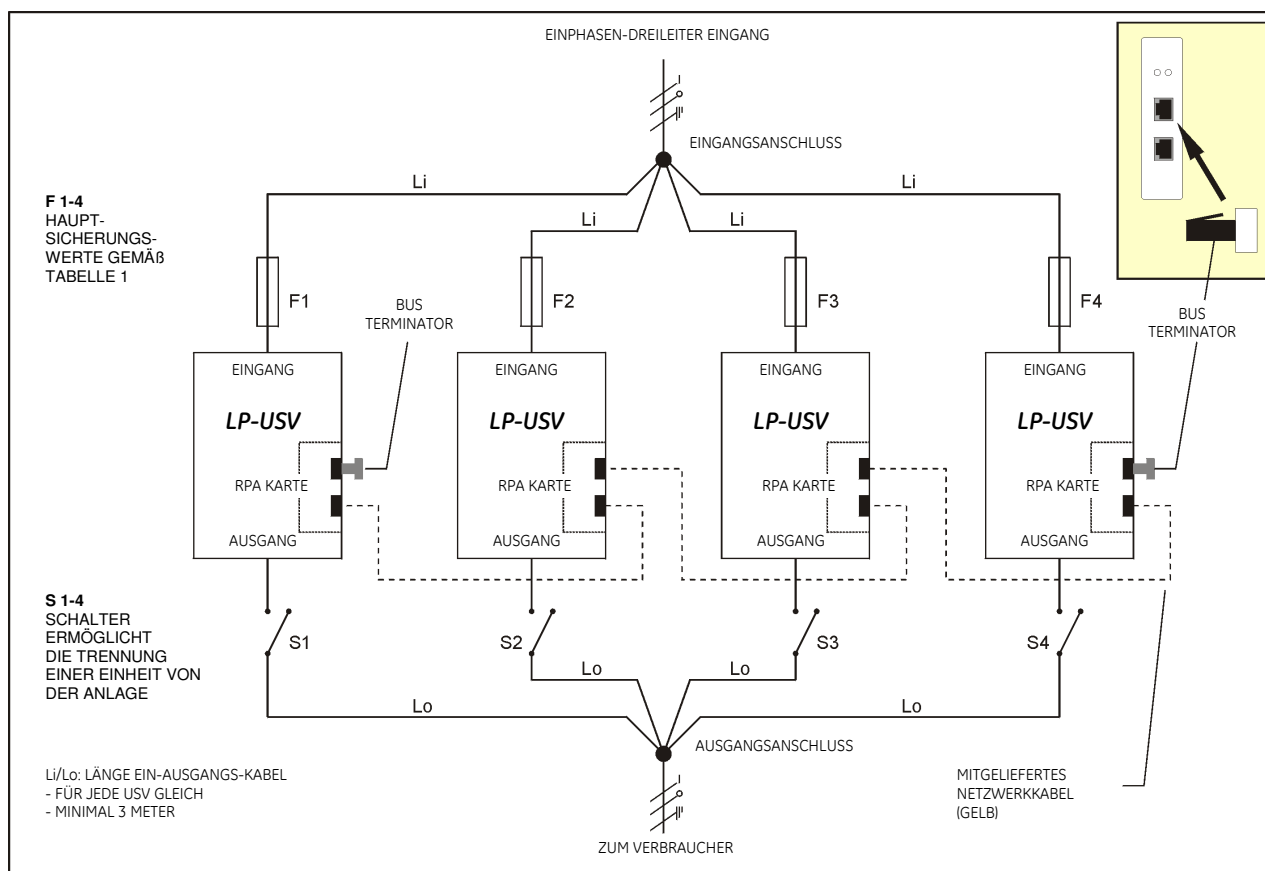

Bild 10. Installation parallel geschalteter LP 11 Anlagen
2. Alle Ausgänge zur Versorgung der Verbraucher sind miteinander zu verbinden. Es ist empfehlenswert, in die Ausgangskabel Schalter einzusetzen (S 1-4, Abb. 10), so dass die einzelnen Einheiten für Instandhaltungszwecke von den anderen Einheiten getrennt werden können. Am Ausgangsanschluss wird eine Verbindung zwischen dem Nullleiter und der Erde empfohlen.
4. Die Länge der Eingangskabel vom Eingangsanschluss (Li, Abb. 10) zu den USV-Eingängen sollte gleich sein. Das gleiche gilt für die Kabel der Ausgänge zum Ausgangsanschluss (Lo, Abb. 10). Die Mindestlänge der Eingangs- und Ausgangskabel sollte 3 m betragen.
7. Verbinden Sie die RPA-Karten der Einheiten mit dem zum Lieferumfang der USV gehörigen Netzkabel. Siehe Abbildung 10 (punktirierte Linie). Benutzen Sie keine anderen als nur die mitgelieferten Kabel! Von der ersten und der letzten USV in dem System wird nur eine RPA-Buchse benutzt, um die USV miteinander zu verbinden. In die andere (freie) RPA-Buchse muss ein Endwiderstand gesteckt werden. Die erforderlichen Endwiderstände gehören zum Lieferumfang des Geräts.
- 2 Die eingebaute Sicherung aus dem Eingang der betreffenden USV herausnehmen (F1-4 in Abbildung 10),
- 3 Den Ausgang der USV vom Ausgangsanschluss trennen (S1-4 in Abbildung 10).